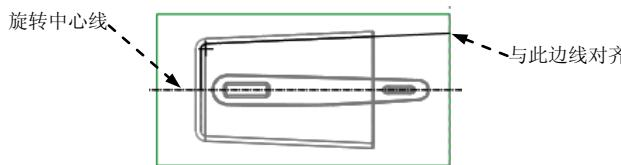

图 7.7 截面草图
(1) 单击 **分型面** 功能选项卡 **形状** ▾ 区域中的 **旋转** 按钮。系统弹出“旋转”操控板。
(2) 在绘图区域右击, 从系统弹出的快捷菜单中选择 **定义内部草绘...** 命令; 然后选择 **MOLD_FRONT** 基准平面作为草绘平面, 草绘平面的参考平面为 **MAIN_RIGHT** 基准平面, 方位为 **左**; 单击 **草绘** 按钮, 至此系统进入截面草绘环境。
(3) 绘制截面草图。
① 将模型切换到线框模式下。在“模型显示”工具栏中单击“线框显示”按钮 **线框**。
② 在绘图区右击, 在系统弹出的快捷菜单中选择 **参考(R)...** 命令。选取 **MOLD_FRONT** 基准平面和 **MOLD_PATING_PLN** 基准平面为参考, 单击 **关闭(C)** 按钮。
③ 绘制图 7.7 所示的截面草图 (用“投影”的方法绘制截面草图; 截面图形不封闭)。